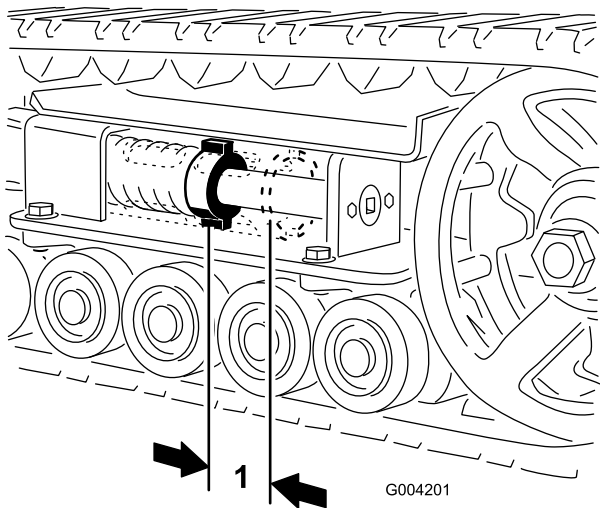

Figura 46
Deve essere presente uno spazio di 7 cm tra il dado di tensione e la parte posteriore del tubo di tensione (Figura 46). In caso contrario, regolare la tensione dei cingoli eseguendo la procedura di seguito riportata:
5. Utilizzando un cricchetto di trasmissione da ½", ruotate la vite di tensione in senso antiorario, fino a quando la distanza tra il dado di tensione e la parte posteriore del tubo di tensione (Figura 46) non è pari a 7 cm.
12. Ruotate la vite di tensione in senso antiorario, fino a quando la distanza tra il dado di tensione e la parte posteriore del tubo di tensione (Figura 46) non è pari a 7 cm.
18. Ruotate la vite di tensione in senso antiorario, fino a quando la distanza tra il dado di tensione e la parte posteriore del tubo di tensione (Figura 46) non è pari a 7 cm.